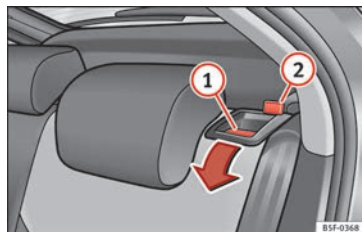

Fig. 151 Levier de déverrouillage du dossier.
- Appuyez sur le levier de déverrouillage » fig. 151 ① dans le sens de la flèche.
- Relevez le dossier jusqu'à ce qu'il s'encastre correctement » ⚠. Le dossier est enclenché correctement lorsque le repère rouge de la goupille » fig. 151 ② n'est plus visible.